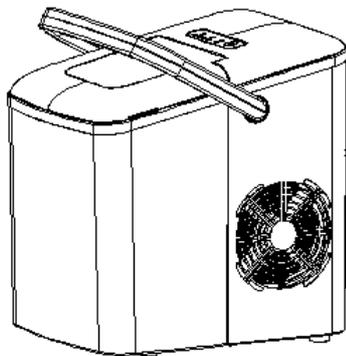

Fig.2
- 2) Allineare la maniglia con i fori sulla custodia e rilasciare le mani, quindi la maniglia viene inserita nei fori dell'alloggiamento. (vedere Fig.2).